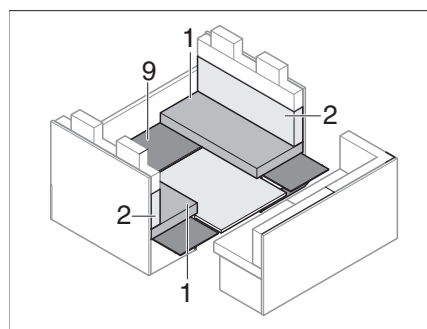

Fig. 194 Durante la trasformazione
- Riapplicare la sottostruttura (Fig. 194,9).